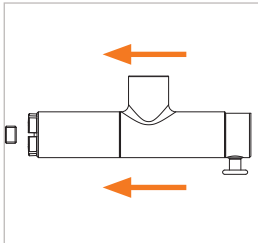

Figure 10
- ▶ Insérez le connecteur, avec le bouton de soupape (Pos. 4) comprimé, dans l'axe sur la pièce d'essai jusqu'à ce que le joint frontal (Pos. 7) entre en contact avec la pièce d'essai (Figure 10). Le joint frontal est ainsi préservé des dommages causés par d'éventuels bords saillants de la pièce d'essai et le bon raccordement est garanti.